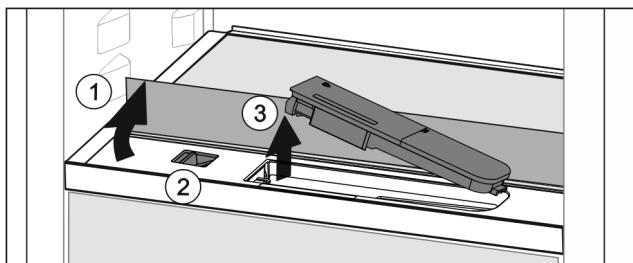

Fig. 87
- Поднять стеклянную панель и откинуть до упора назад Fig. 87 (1).
- Сдвиньте ползунок Fig. 87 (2) влево.
- Вынуть бак для воды Fig. 87 (3).